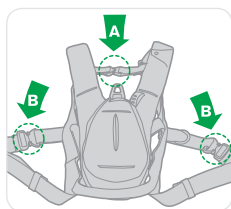

Figur 10
- Åbn hurtigt-udløspænderne, der er monteret på bryst- og benstropperne (Se Figur 10).